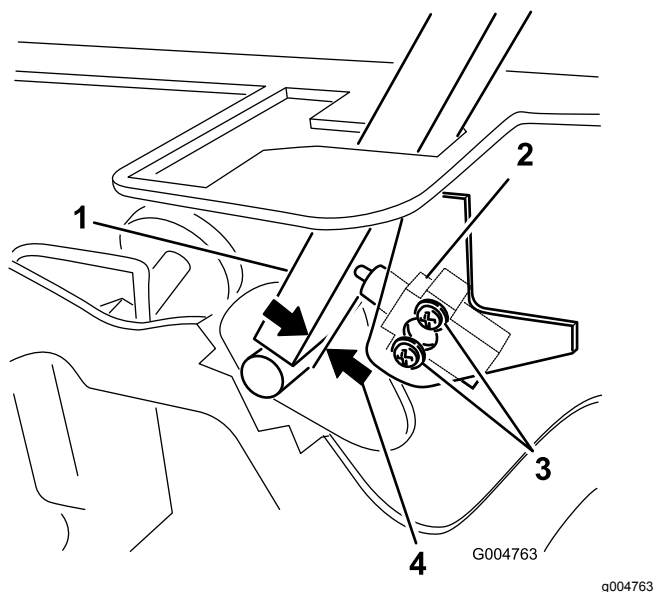

Рисунок 39
3. Ослабьте 2 винта крепления блокировочного выключателя (Рисунок 39).
4. Удерживая рычаг управления прижатым к раме, переместите выключатель в направлении рычага так, чтобы расстояние между рычагом и корпусом выключателя составляло 0,4–1 мм, как показано на Рисунок 39.